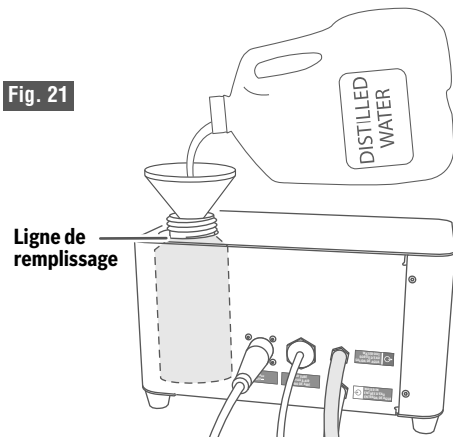

Fig. 21
2. Utilisez un entonnoir pour remplir le dispositif Hex Box™ d'eau distillée jusqu'à ce que le réservoir d'eau soit plein, Fig. 21.